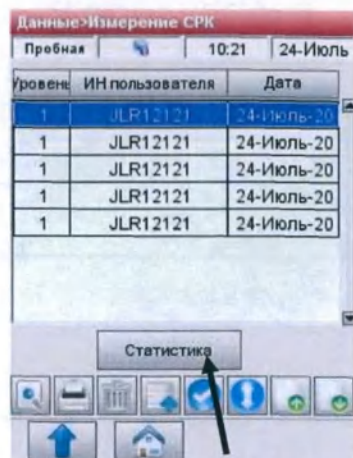

Рис.6-8 Статистика СРК
2. На экране **<Данные – Измерения СРК>** нажмите кнопку **<Статистика>** (Рис.6-8).